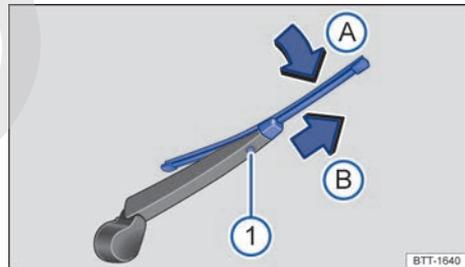

Fig. 165 Cambio de la escobilla limpiacristales de la luneta.
- Mantenga pulsada la tecla de desbloqueo → fig. 165 ①.
- Doble la escobilla en dirección al brazo del limpiacristales → fig. 165 (flecha A) y tire al mismo tiempo en el sentido de la flecha B. Es probable que tenga que emplear bastante fuerza.
- Inserte una escobilla nueva de la **misma longitud y tipo** en el brazo del limpiacristales en el sentido contrario al de la flecha → fig. 165 B hasta que encastre. Para ello la escobilla debe estar doblada → fig. 165 (flecha A).